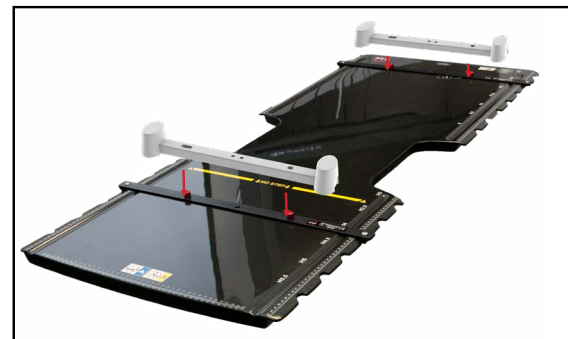

Рис. 4
2. Поместите устройство(-а) градуировки на позиционную(-ые) планку(-и), совместив красные градуировочные штифты с отверстием и пазом устройства градуировки (рис. 4 и 5).